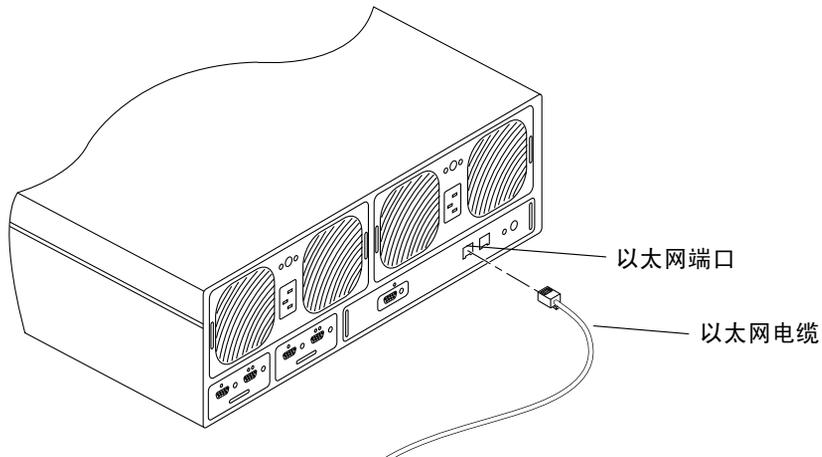

图 6-3 连接以太网电缆
4. 将以太网电缆的一端连接到主部件的控制器卡的以太网端口 (图 6-3)。使用 5 类以太网电缆。